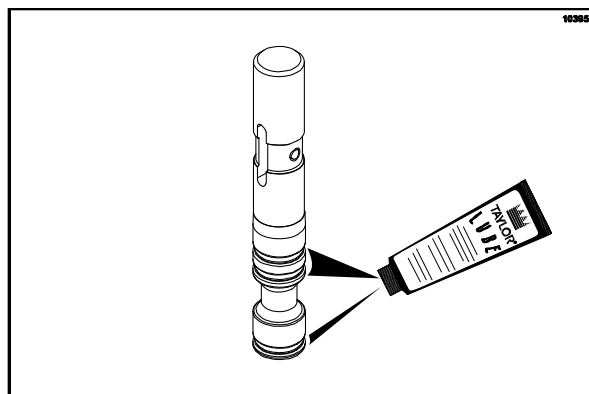

Рисунок 126
**Установите раздаточный клапан.** Наденьте 3 кольцевых уплотнителя на проточенные канавки раздаточного клапана и нанесите на них смазку. (См. рис. 126)